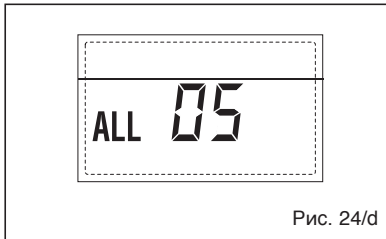

Рис. 24/d
– БЛОКИРОВКА ПЛАМЕНИ “ТРЕВ. 06” (рис. 24/е)